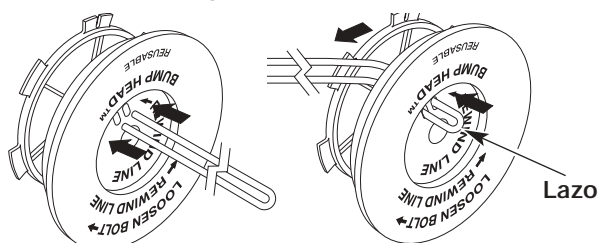

Fig. 31
6. Tome aproximadamente 40 pies (12.2 m) de nueva línea de corte, enlázela en dos longitudes iguales. Inserte cada extremo de la línea a través de uno de los dos orificios del carrete interior (Fig. 31). Pase la línea a través del carrete interior de modo que el lazo sea lo más pequeño posible.